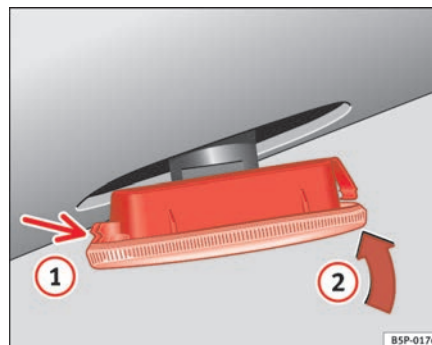

Fig. 218 Intermitente lateral
- Coloque el intermitente en primer lugar en el orificio de la carrocería, encajando las pestañas ⇒ fig. 218, flecha ①.
- Encaje la lámpara como indica la flecha ② ⇒ fig. 218. ■